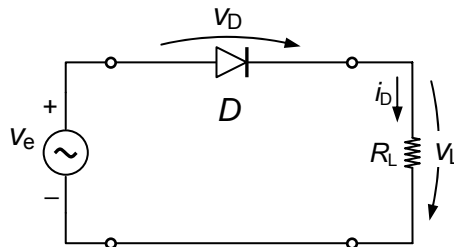

Figura 4.1
4.1 Desenhe no *Electronics Workbench* o rectificador de 1/2 onda da Figura 4.1. Selecione  $R_L = 1\text{ k}\Omega$ , o diodo de referência 1N4148 e aplique à entrada ( $v_e$ ) um sinal sinusoidal de  $10\text{ V}_p$  e  $50\text{ Hz}$  de frequência.